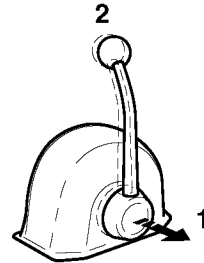

Figure 11
Lorsque la poignée est désengagée (**Figure 11, (1)**), le régime du moteur peut être contrôlé sans engager l'embrayage. L'embrayage reste en position NEUTRE, en position de point mort. Tournez le bouton (**Figure 11, (2)**) dans le sens inverse des aiguilles d'une montre pour déplacer la poignée ou dans le sens des aiguilles d'une montre pour verrouiller la poignée.